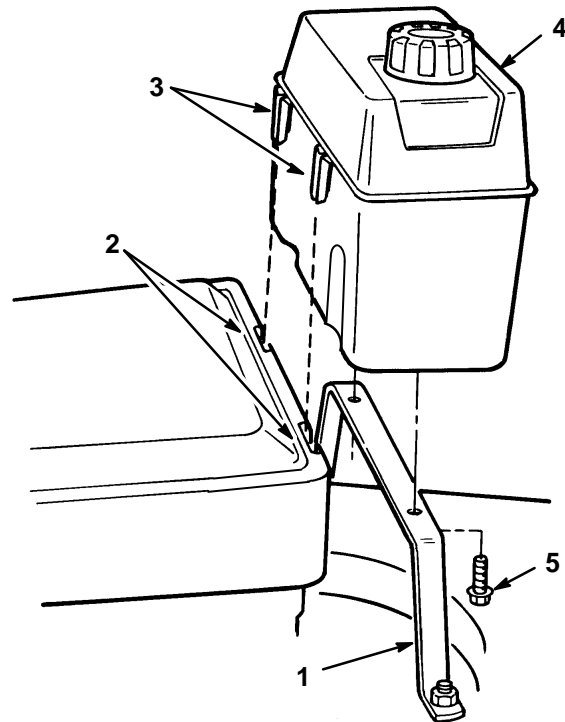

Abbildung 3
2. Die Plastikklemmen an der Vorderseite des Benzintanks in die Schlitze an der Motorhinterseite einhaken (Abb. 3).
3. Den Benzintank mit 2 Schneidschrauben am Tanksockel befestigen (Abb. 3). Die Schrauben nicht überdrehen.